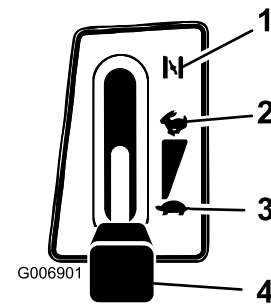

Bild 10
4. Stellen Sie den Gasbedienungshebel auf Choke (Bild 10).
6. Schieben Sie den Gasbedienungshebel, sobald der Motor angesprungen ist, langsam auf Schnell (Bild 10). Sollte der Motor stottern oder stottern,
1. Stellen Sie den Gasbedienungshebel auf „Schnell“ (Bild 10).